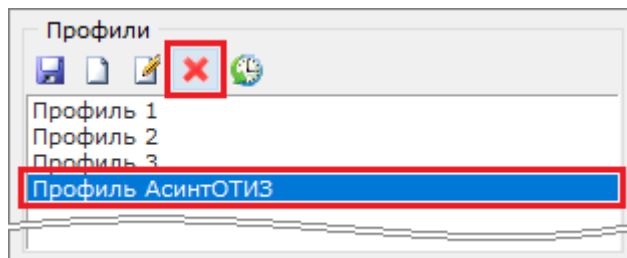

Рисунок 11-235 Переход к удалению профиля
- либо нажмите кнопку  «Удалить профиль» (см. Рисунок 11-235) на панели инструментов области «Профили»;